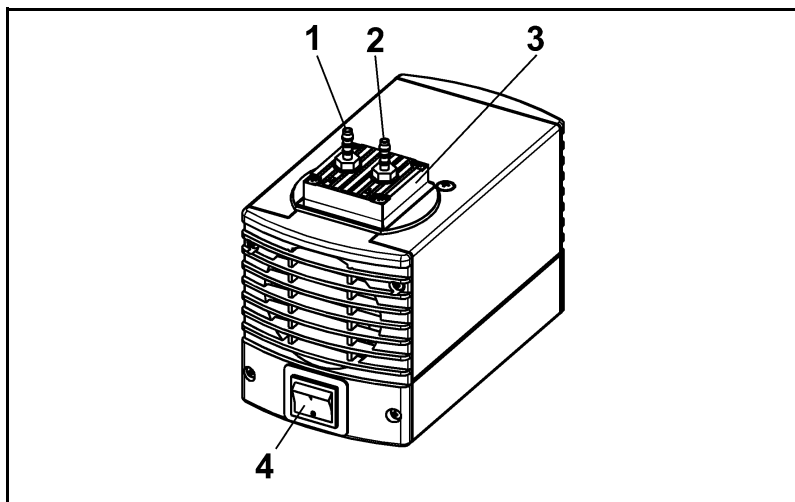

Fig. 2
- Accendere la pompa con l'interruttore di rete (v. fig. 2 e 3 a seconda del modello di pompa).
- Spegnerla con l'interruttore di rete (v. fig. 2 e 3 a seconda del modello di pompa).